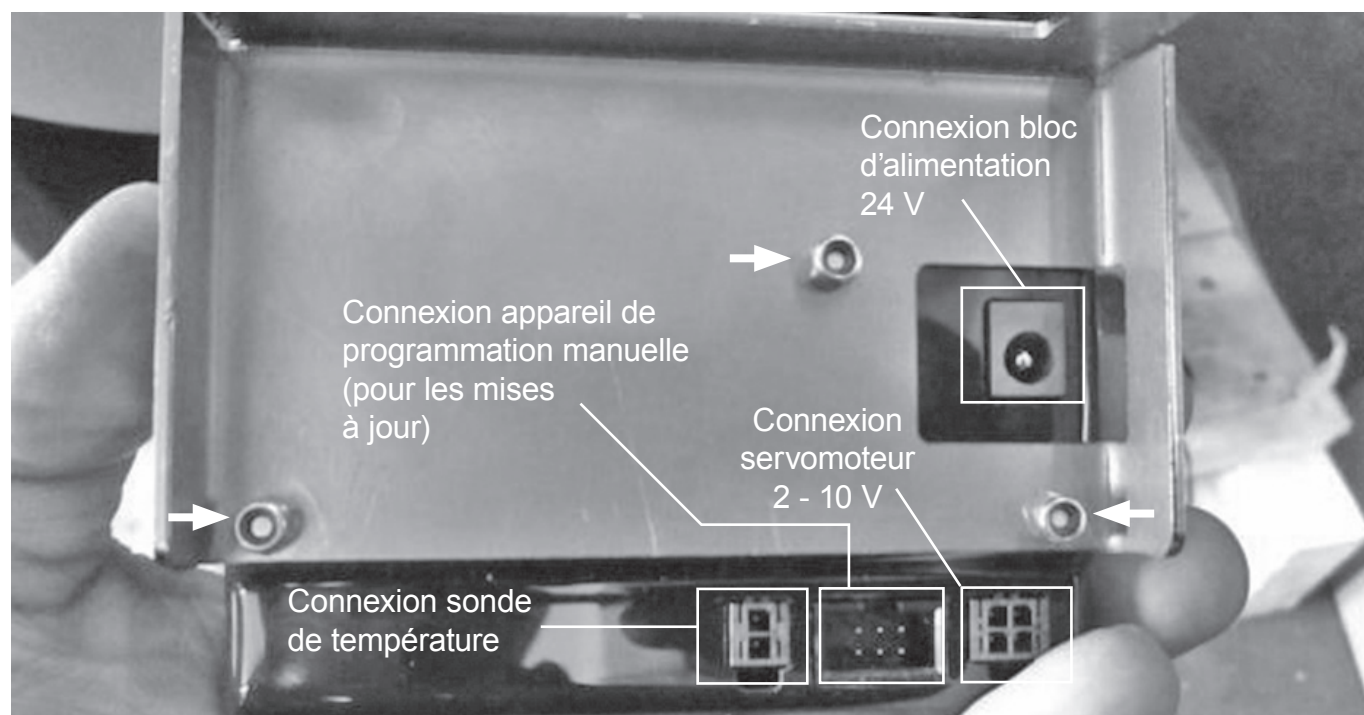

Fig. 9
Encastrez le **régulateur OrKa-Control ORANIER (1)** sur le **support métallique (2)** et vissez-le à fond à l'aide des **trois écrous autobloquants M3 (3)**. Veuillez maintenant introduire les fiches mâles de la **sonde de température NiCr-Ni (6)**, du **servomoteur (7)** et du **bloc d'alimentation (5)** dans leurs prises femelles respectives sur le dos de l'appareil. Les prises femelles sont facilement identifiables et ne peuvent être confondues (fig. 9).